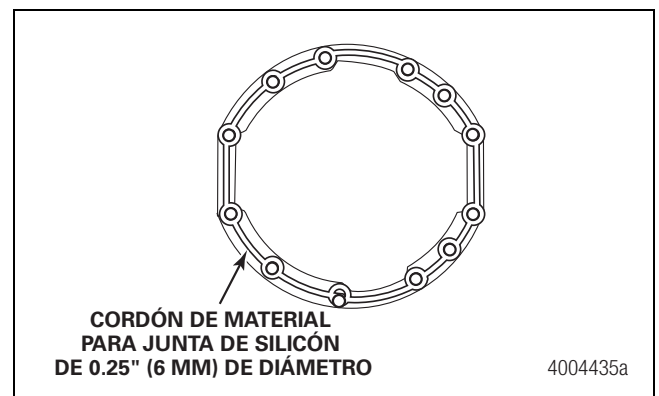

Figura 5.80
5. Aplique un cordón continuo de material para juntas a base de silicón de 0.25 de pulgada (6 mm) a la superficie de montaje de la caja a la cual se fija el portadiferencial. Figura 5.80.